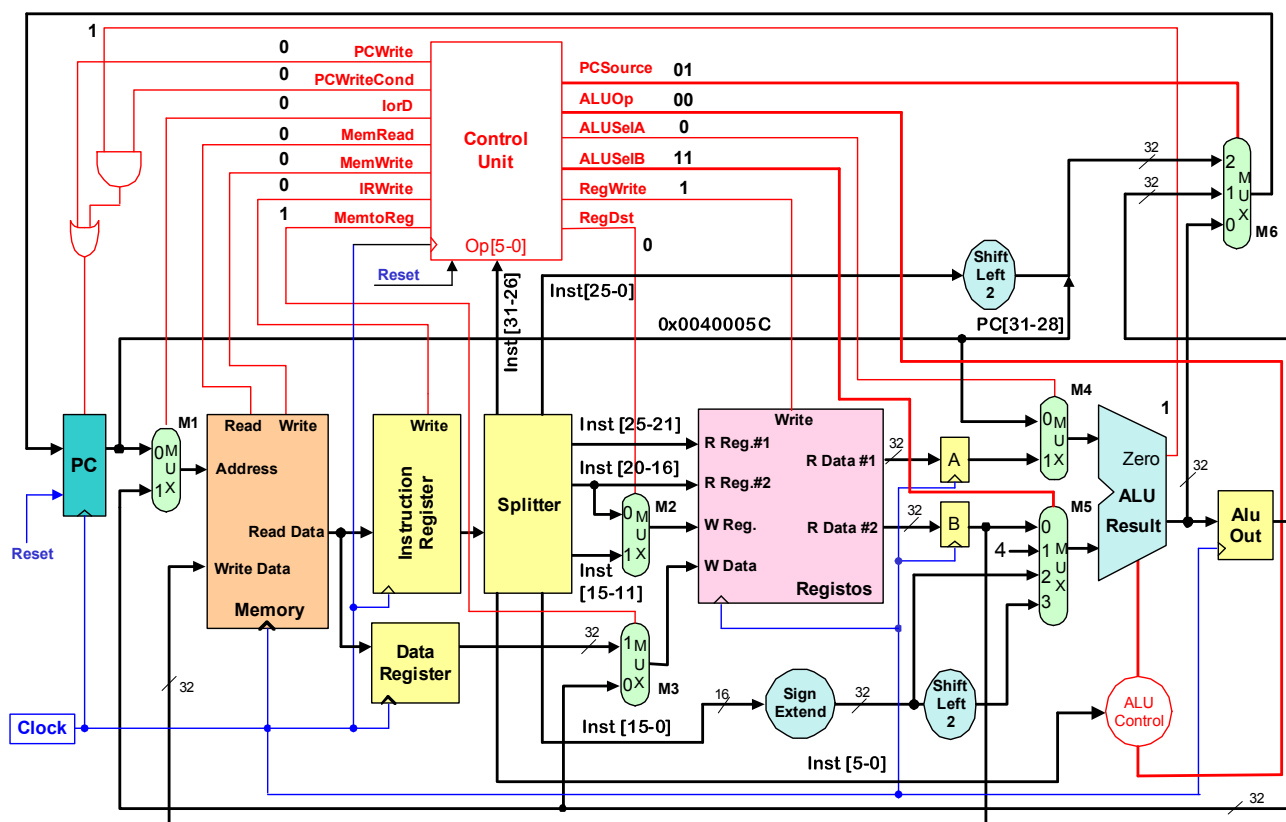

Figura 1. Datapath multi-cycle do MIPS.
- d) Admita que os valores indicados no *datapath* da Figura 1 correspondem à “fotografia” tirada no decurso da execução de uma dada instrução. Observe todos os sinais e valores presentes nessa figura e responda às seguintes questões:
Considere o *datapath* e a unidade de controlo fornecidos na Figura 1, sabendo que corresponde a uma implementação *multi-cycle* simplificada do MIPS, sem *pipelining*.